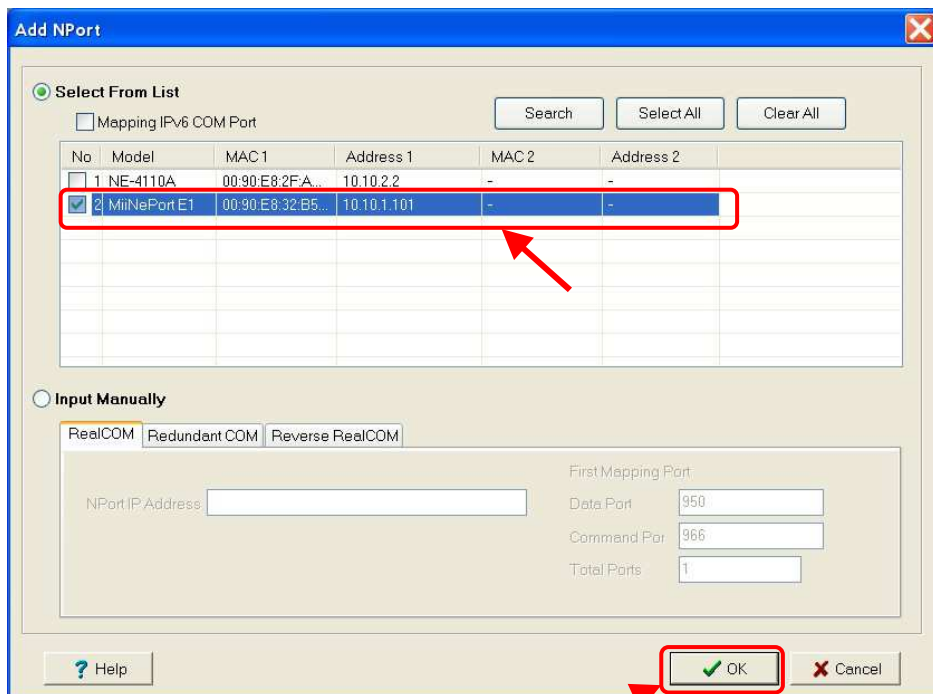

Рис. 16.4. Список найденных устройств.
После поиска в локальной сети (см. Рис.16.3, стр. 30) утилита «**NPort Windows Driver Manager**» отобразит список всех найденных устройств (см. Рис. 16.4, стр. 31).
16.8. Выберите нужное Вам устройство (см. Рис. 16.4) и нажмите на кнопку «OK».